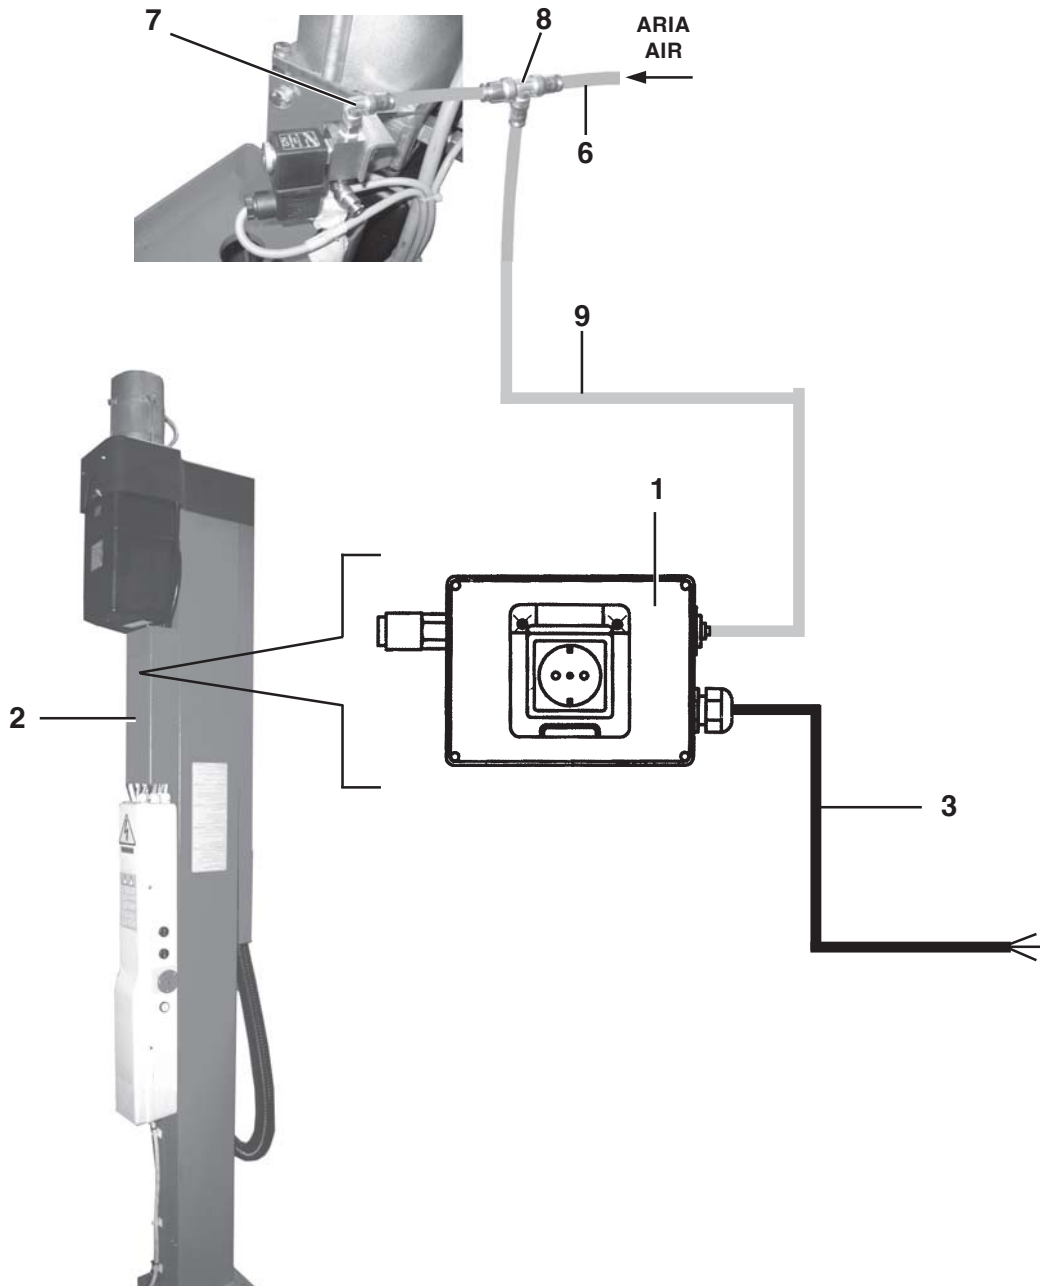

Fig.33
- Fissare la scatola (1 Fig. 33) del kit di distribuzione corrente elettrica + aria compressa al carter (2) tramite le apposite viti;
- Tagliare il tubo pneumatico (6) in prossimità del raccordo (7) ed inserire il raccordo pneumatico a "T" (8), montato sul tubo (9) del kit energia.
- Secure box (1 Fig. 33) from power supply kit + compressed air to cover guard (2) using the special screws;
- Cut air line (6) at fitting (7) and fit the Tee-fitting (8), mounted on pipe (9) of the energy kit.
- Den Kasten (1 Abb. 33) des Strom- und Druckluftverteilerkits mit den entsprechenden Schrauben an der Abdeckung (2) befestigen.
- Die Druckluftleitung (6) nahe am Anschluss (7) zuschneiden und den pneumatischen T-Anschluss (8), der an der Leitung (9) des Kits Energie montiert ist, einfügen.
- Fixer la boîte (1 Fig. 33) du kit de distribution du courant électrique + air comprimé au carter (2) au moyen des vis appropriées;
- Couper le tuyau pneumatique (6) à proximité du raccord (7) et introduire le raccord pneumatique en "T" (8), monté sur le tuyau (9) du kit énergie.
- Fästlådan (1 Fig. 33) i satsen för distribution av elströmmen + tryckluften till kåpan (2) via de särskilda skruvarna;